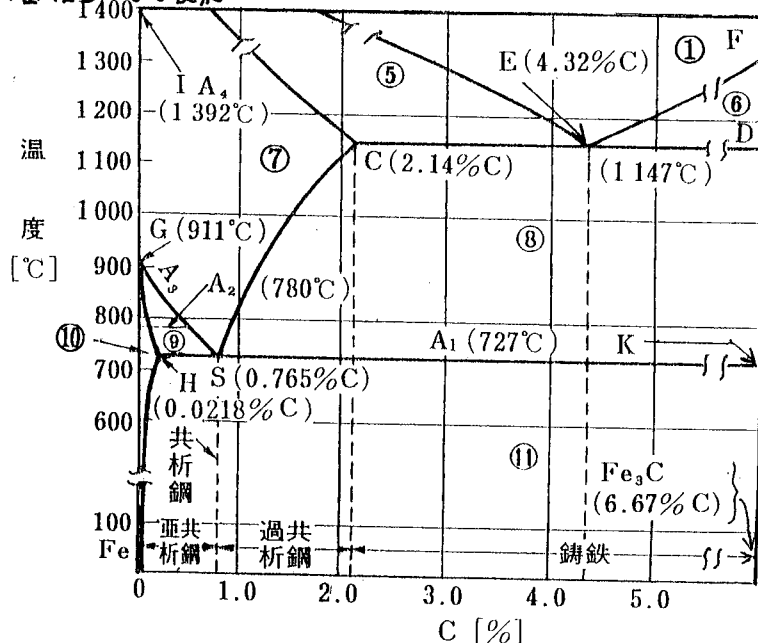

図2 炭素鋼の平衡状態図
(1) 図2は炭素鋼の平衡状態図を示しています。例えば図中の⑩の領域は α 固溶体 (別名フェライトと呼ばれます) のみが存在し、機械的性質としては軟らかくて (a) 性に富む材料です。また、⑦の領域は γ 固溶体 (別名 (b) と呼ばれます) のみが存在し、物理的性質としては非 (c) 体で電気抵抗が大きい。鉄に2.14%以上の炭素を加えると、固溶できない炭素は鉄と反応して炭化物を作ります。この炭化物は (d) と呼ばれ、 Fe_3C の化学式で表されます。 (d) は機械的性質として硬くて (e) い性質があります。 (a) ~ (e) に適切な語句を答えなさい。